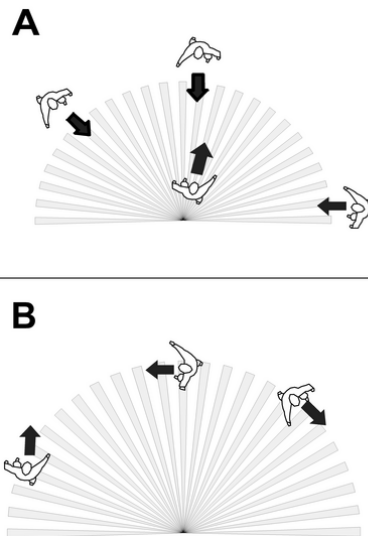

Bild 7: Erfassungsbereich abhängig von der Bewegungsrichtung
- i** Bewegungsrichtung beachten: Unterschieden wird zwischen Draufzuehen A und Quergerhen B (Bild 7). Bewegungen quer zum Bewegungsmelder können besser erfasst werden als Bewegungen auf den Bewegungsmelder zu.